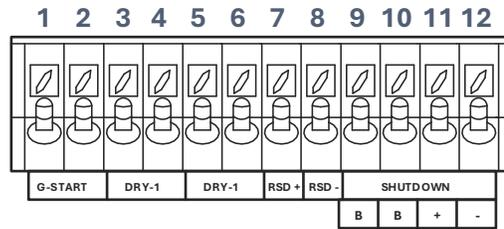

Figure 9 : Brochage CN2
1. Connectez CT1 à la ligne L1 aux broches 1+ (blanc) et 2- (noir) du connecteur CN1 conformément à la Figure 9 – Câblage du capteur CT vers l'onduleur ci-dessous.